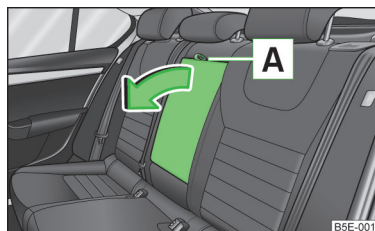

Abb. 53
- An der Schlaufe **A** » Abb. 53 ziehen und die Armlehne in Pfeilrichtung vorklappen.